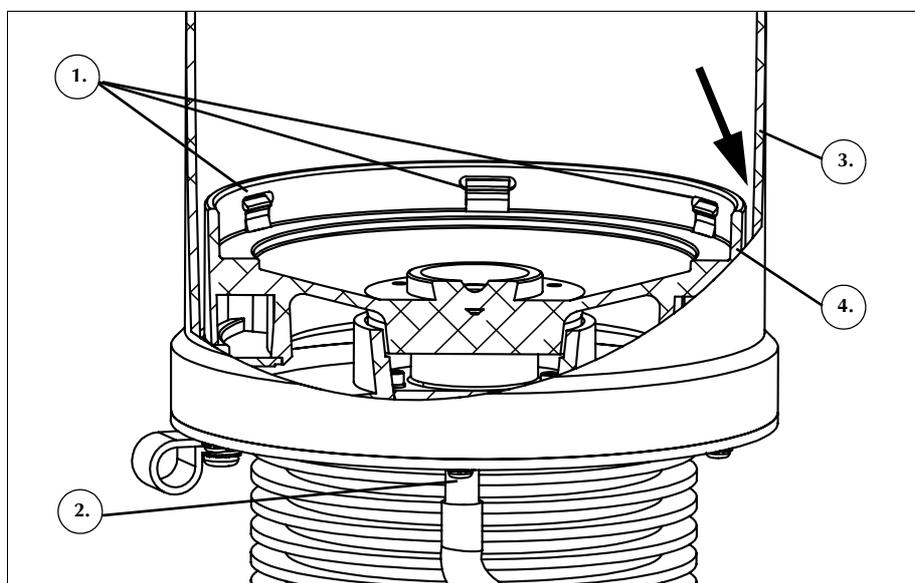

Figure 78, Irrigation des orifices de vidange de la centrifugeuse
8. Utiliser une seringue de 60 cc pour irriguer les orifices de drainage de la centrifugeuse avec de l'eau. Diriger le liquide vers l'interstice présent entre le mandrin et la paroi de la centrifugeuse (voir la Figure 78).